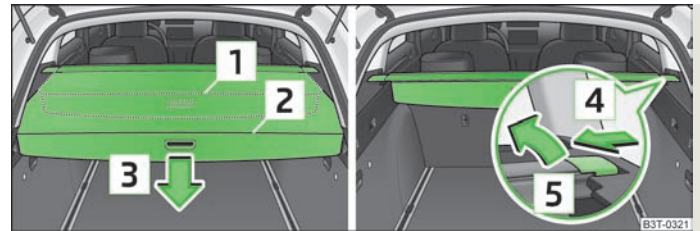

Fig. 70 Portbagajul: Masca rulată a portbagajului / Demontarea măștii rulante a portbagajului
- Trageți masca rulată din portbagaj până la limită, în poziția asigurată **2** » fig. 70.
- Apăsăți masca în zona elementelor de prindere în sensul săgeții **3** » fig. 70, masca se rulează automat în poziția **1**. La o nouă apăsare, masca portbagajului se rulează complet.
- Pentru transportarea bunurilor voluminoase se poate demonta masca rulată complet, apăsând pe partea barei transversale în sensul săgeții **4** » fig. 70 și extrăgând masca cu o mișcare în sensul săgeții **5**.
- Deschideți capota portbagajului. Masca rulantă a portbagajului se rulează automat în poziția **1** » fig. 70.